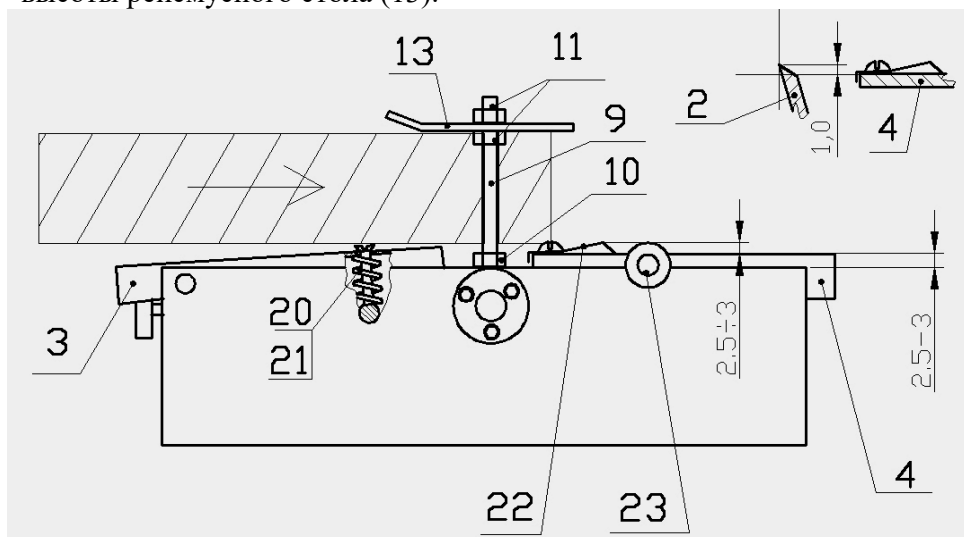

Рис. 3
- Ввернуть шпильки (9) в опоры вала, и не доводя до подшипников, законтрить их гайками (10), навернуть на шпильки гайки (11), одеть прижим (13), шайбы и пружины (12), зажать гайками (11). Отрегулировать прижим (13) на требуемую высоту (на 5-10 мм меньше толщины материала);
- Производить обработку, подавая материал вдоль направляющей линейки (17) «по волокну» материала, исключая подрыв материала;
При дальнейшем рейсмусовании – установить на место подающий вал или пружинную пластину и отрегулировать стол (4) по Рис.3.
- Установить на пильный стол (14) разделительный нож с защитным козырьком (15);
- Для моделей Р2 - снять подающий вал (23) с заднего стола (4) (если он установлен), для чего:
- разкрепить 4 болта крепления заднего стола к стенкам корпуса и снять стол (4);
- вынуть из стенок корпуса подающий вал (23) вместе с опорами;
- установить задний стол (4) на место параллельно стенкам корпуса в соответствии с размерами на Рис.3;
Операции, выполняемые на станке, показаны на Рис.3÷12. Стрелками указано направление движения режущего инструмента и подача. Оператор всегда должен находиться со стороны подачи слева или справа от станка в стороне от режущего инструмента.
4.1. Рейсмусование. (Рис. 3). (для всех модификаций Р)
- Проверить выставление ножей (2) на высоту 1,0 мм выше передней кромки заднего стола (4) и проворачиваемость строгального вала;
В случае острой необходимости проведения обычного строгания на моделях Р и Р2 необходимо (см. Рис.3):